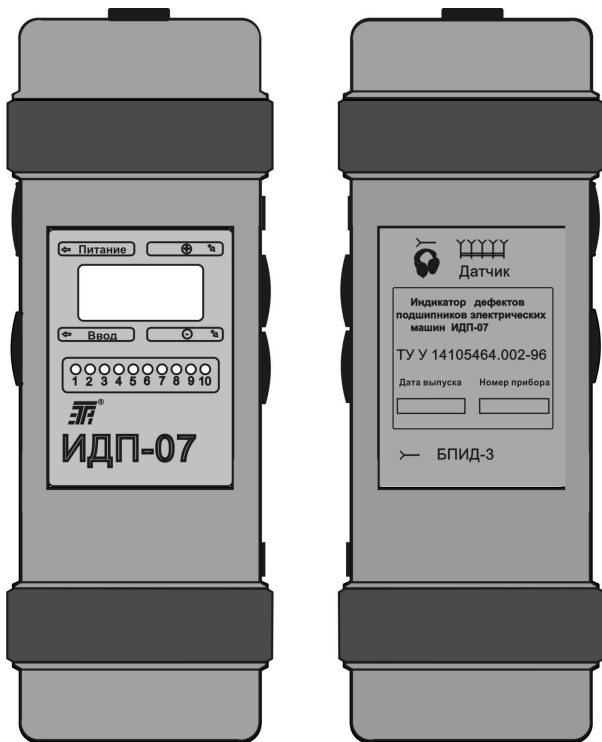

Рис. 4.1
4.1 Конструкция индикатора (рис. 4.1, 4.2).
7.1.1 Подключить к индикатору датчик вибрации (см. рис. 4.1, 4.2).